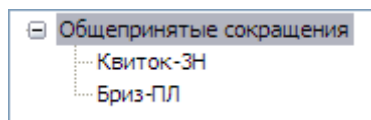

Рис. 7.4
7. Добавьте к словарю второй раздел – «Бриз-ПЛ». Структура словаря показана на рис. 7.4.